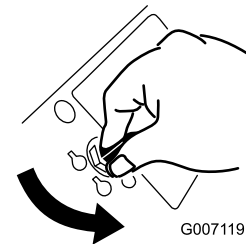

Figura 26
- Gire la llave de contacto a Desconectado (Figura 26).